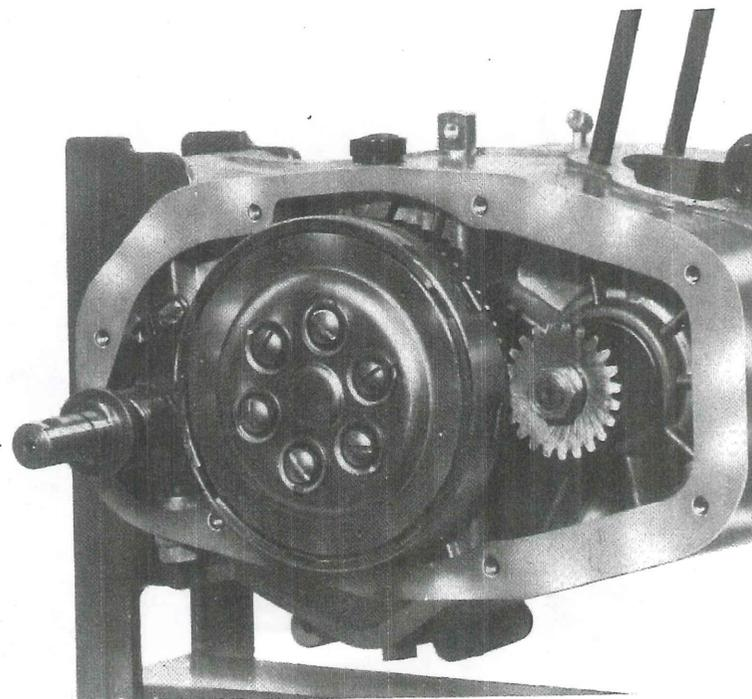

Fig. 14 - Smontaggio coperchio sinistro
- Rimuovere il coperchio sinistro svitando le apposite viti e la guarnizione di tenuta sul coperchio (fig. 14).